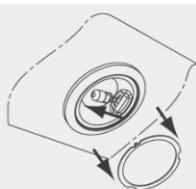

Рис.11
1. Снимите крышку лампы (**рис. 11**).